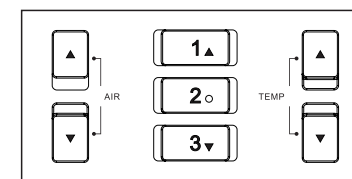

Figura 1-6
1. Extracción de la temperatura de acceso directo : en el trabajo normal, presione brevemente el botón "1 o 2 o 3" (como la Figura 1-6), puede extraer rápidamente el valor establecido de la temperatura y el volumen de aire almacenados en el canal "1 o 2 o 3".